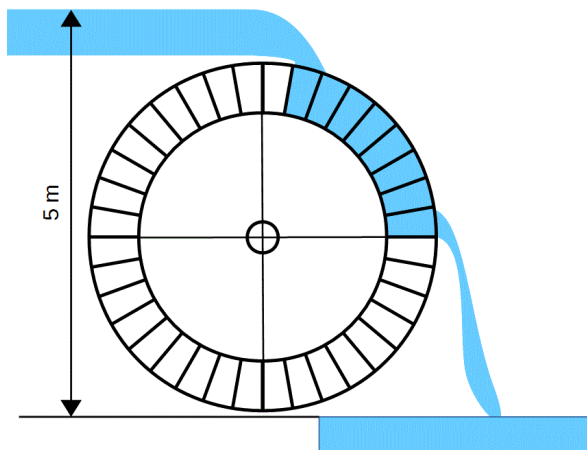
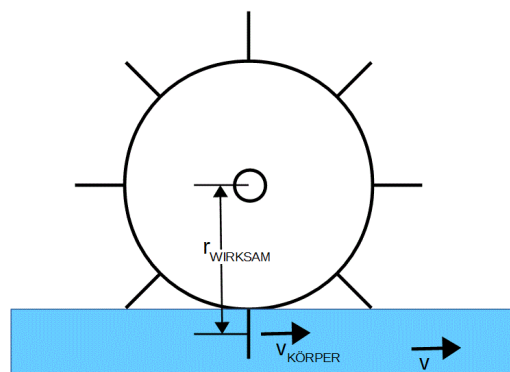

Abb. 1: oberflächiges Wasserrad
Abb. 2: unterflächiges Wasserrad
Die Abbildungen zeigen zwei verschiedene Wasserräder. In Abb. 1 fließt das Wasser eines Kanals von oben auf das Wasserrad. In Abb. 2 ist das Wasserrad einfach in den Wasserkanal getaucht. Diese Option verursacht geringere Baukosten.
Die Teilaufgaben 3.1.1 bis 3.1.4 beziehen sich auf Abb. 1.
- 3.1.1 Berechnen Sie die mechanische Leistung P_{Mech} , die das Wasserrad Abb. 1 im Betrieb abgibt, wenn es sich 30 mal pro Minute dreht. 2
Die Teilaufgaben 3.1.5 und 3.1.6 beziehen sich auf Abb. 2.